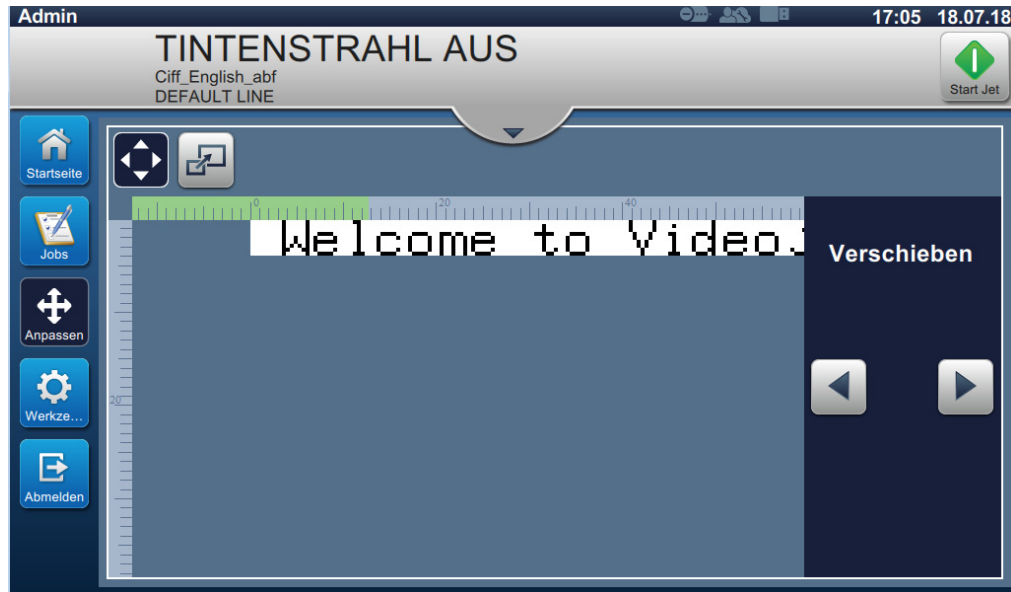

Abbildung 4-9: Anpassen > Verschieben
1. Berühren Sie die Schaltfläche  und die aktuelle Positionsaufteilung erscheint wie dargestellt in Abbildung 4-9.